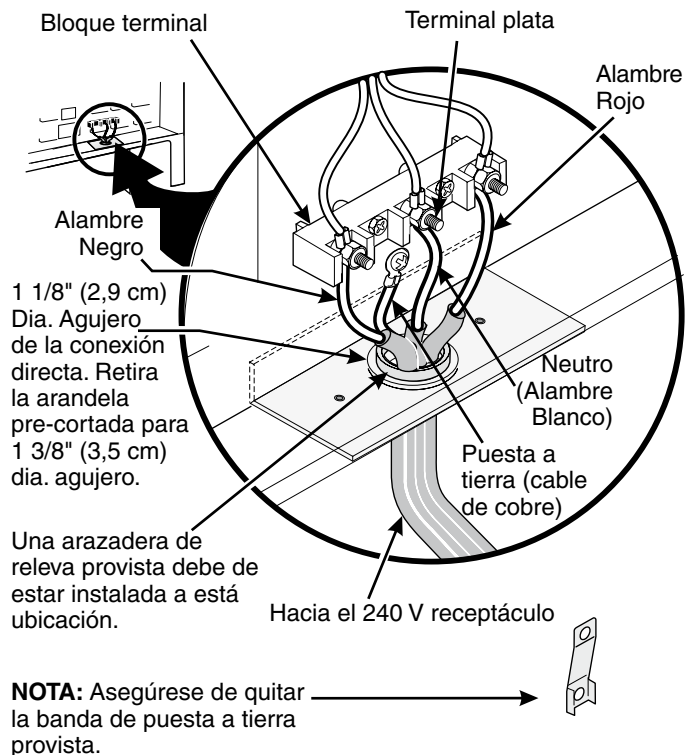

Figura 9
Si los códigos locales NO permiten la conexión del conductor a tierra del armazón al alambre neutro del cable de bronce del suministro eléctrico (vea figura 9).
3. Utilizar los tuercas suministraron en el paquete de la literatura para conectar el alambre de tierra (verde) del cable de bronce del suministro eléctrico al armazón del electrodoméstico con el tornillo de la base, usando el hoyo del armazón por donde retiró la correa de la base (vea figura 9).
Si el aparato está conectado directamente al corta circuito, a la caja de fusibles o a la caja de empalmes, use un cable blindado flexible o no metálico recubierto de cobre (con alambre a tierra). Provee una abrazadera releva de anclaje homólogo UL a cada extremidad del cable. A la extremidad del electrodoméstico, el cable pase a través del agujero de la conexión directa (ver Figura 9) en el cordón de la placa de montaje. El tamaño de los alambres (**alambre de cobre solamente**) y las conexiones deben estar conforme al régimen del electrodoméstico.
2. Siga las instrucciones en la página anterior para la conexión del alambre de cuatro conductores a la cocina (Figura 9).